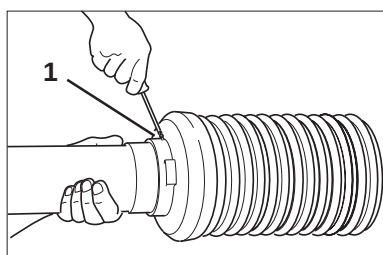

Fig. 5.3
- Bolt (Fig. 5.3/1) skrues ud.